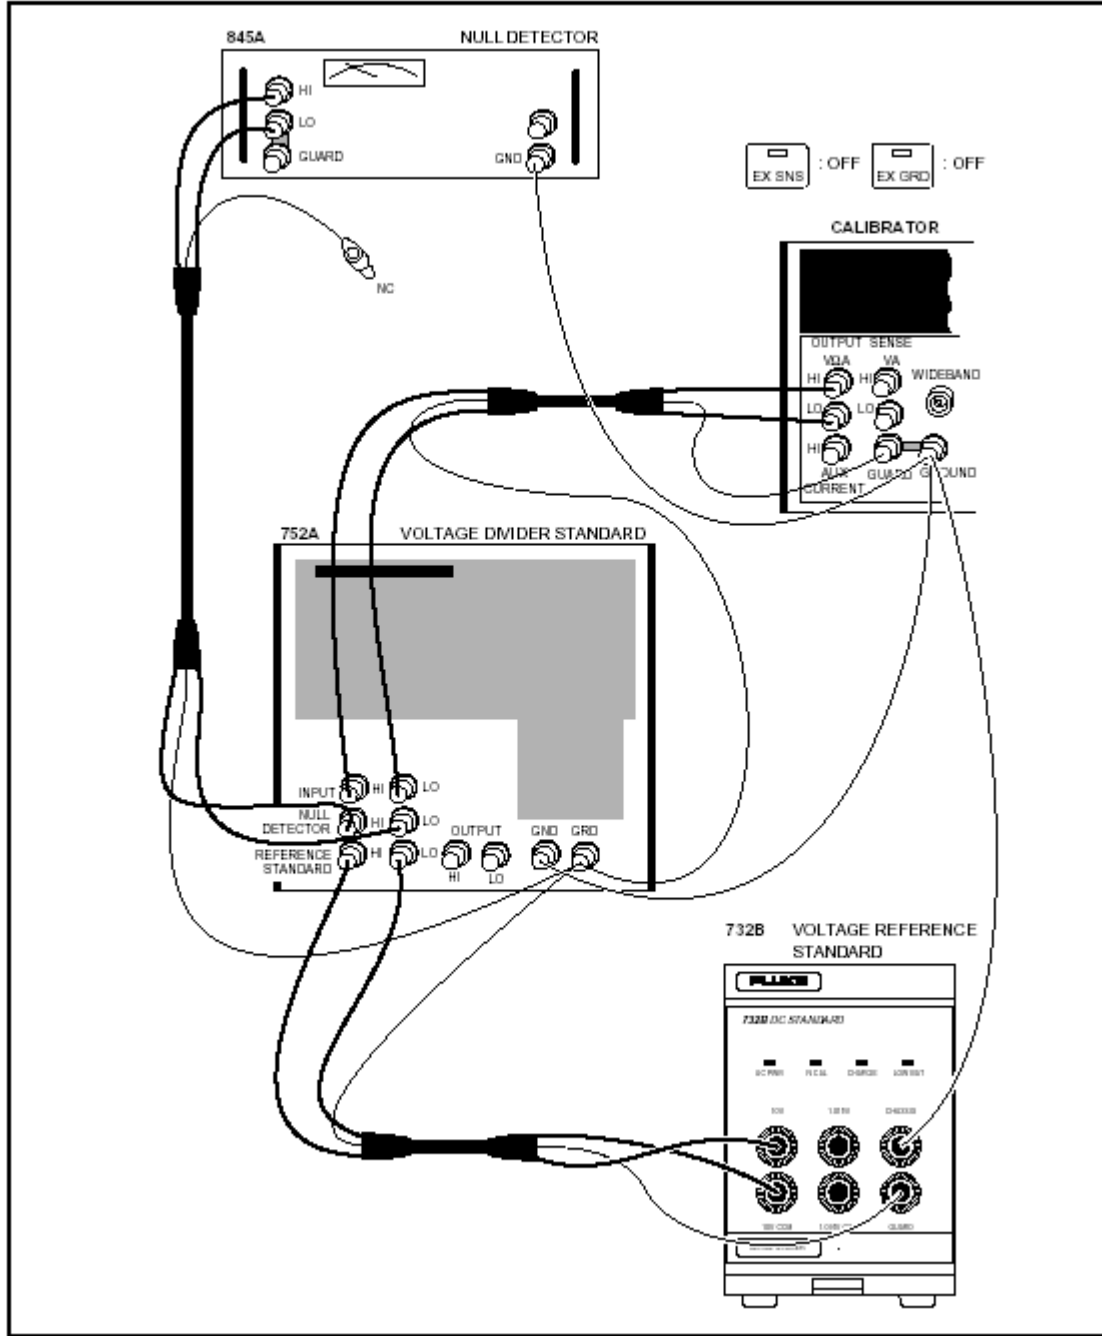

图7-5. 220V直流量程校准的连接方法
6.连接732B、845A和732B，配置为10:1，如图7-5所示。